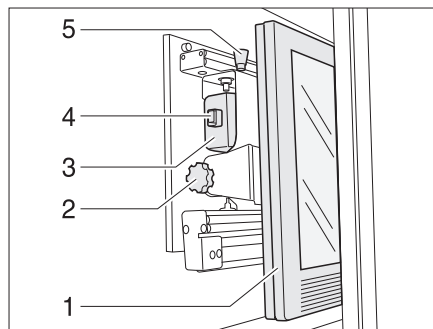

Fig. 91 Meuble télévision
- Appuyer sur le bouton de déverrouillage (Fig. 91,5) et tirer le support de l'écran plat jusqu'à la butée vers l'avant, à l'aide de la poignée (Fig. 91,4).
- Tirer le bouton de déverrouillage (Fig. 91,1) et faire pivoter l'écran plat (Fig. 91,2) dans la position souhaitée.
- Desserrer la vis moletée (Fig. 91,3).